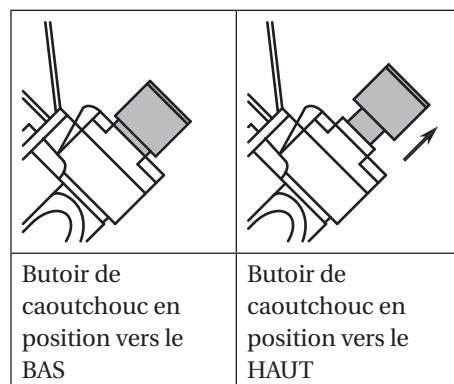

Figure 15 - Installer le tuyau à air avec le butoir de caoutchouc en position vers le HAUT
2. Fermer le régulateur de pression en tournant jusqu'au bout à gauche. Mettre l'interrupteur du compresseur à la position de MARCHE (ON) et laisser pomper jusqu'à la pression d'arrêt automatique.
5. Tirer le butoir de caoutchouc de la cloueuse en position vers le « haut » (up) (voir la figure 15).
NOTE : S'assurer que le butoir de caoutchouc de la cloueuse de parquet est en position relevée avant d'ajouter le boyau d'air, sinon la cloueuse pourrait cycler (voir Figure 15).